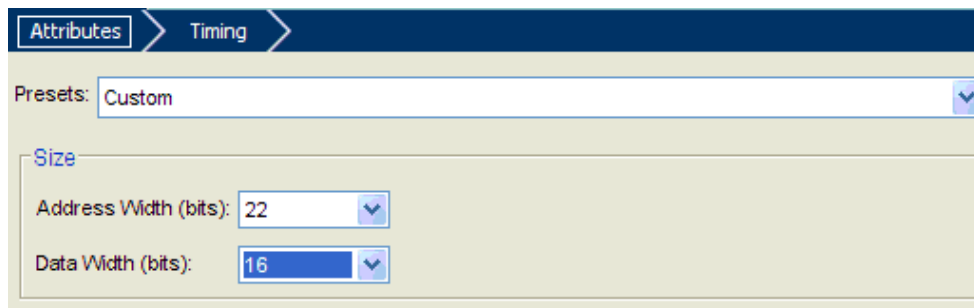
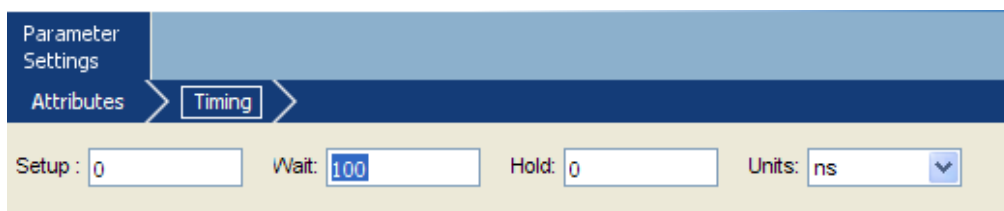

图 9-2 Flash 属性页 (1)
图 9-3 Flash 属性页 (2)
7. Memories and Memory Controller->Flash->Flash Memory(CFI): 属性第一页 Attributes 中的 Presets 选择 Custom。Size 中地址线宽度选择 22 位，数据线选择 16 位。第二页 Timing 中 Setup=0, Wait=100, Hold=0, Unit=ns。如图 9-2 与图 9-3。